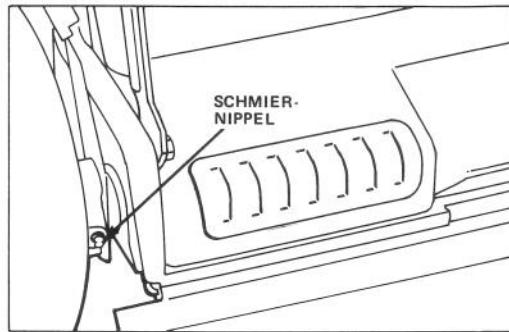

Bild 21
2. Hebel der Schnitthöheneinstellung am Hinterrad auf Stufe "2" stellen. Schmiernippel mit sauberem Tuch abwischen (Bild 21). Fettresse anstezen und vorsichtig 2 oder 3 Hub Mehrzweckfett auf Lithiumbasis einpressen.